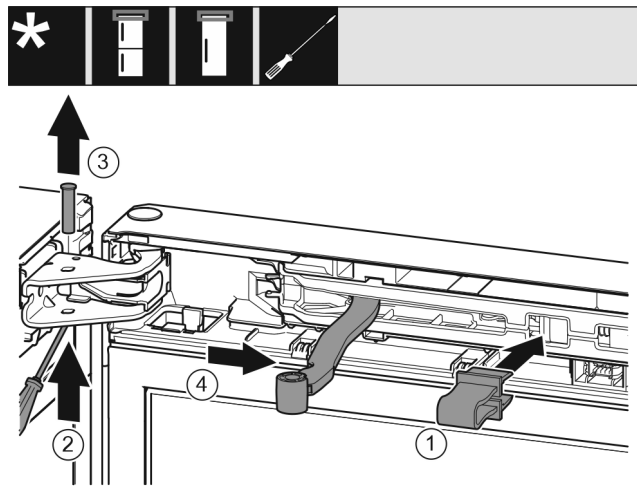

Fig. 9
- ▶ Varovalo Fig. 9 (1) zatakните v odprtino.
- ▶ Potisnite sornik Fig. 9 (2) ven.
- ▶ Izvlecite sornik Fig. 9 (3) v smeri navzgor.
- ▶ Zavrtite zgibni del Fig. 9 (4) v smeri vrat.